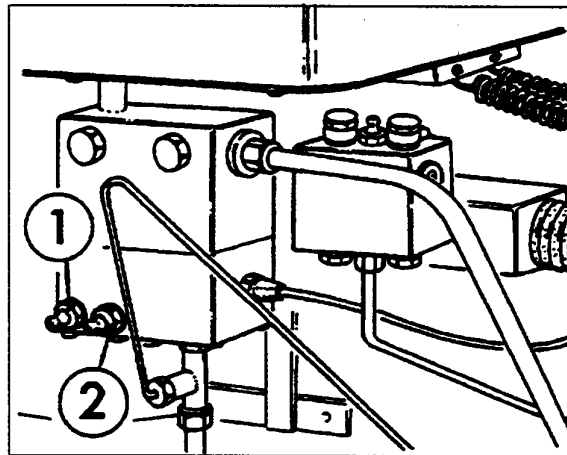

Fig. 5-64b
Los tractores pueden ser también equipados con bloqueo del diferencial de mando hidráulico. (Fig.5-64b) En este caso la eliminación del aire del circuito se efectúa con los dos tornillos de purga (1) y (2) situados en el distribuidor de mando del bloqueo, siguiendo el procedimiento ilustrado precedentemente.